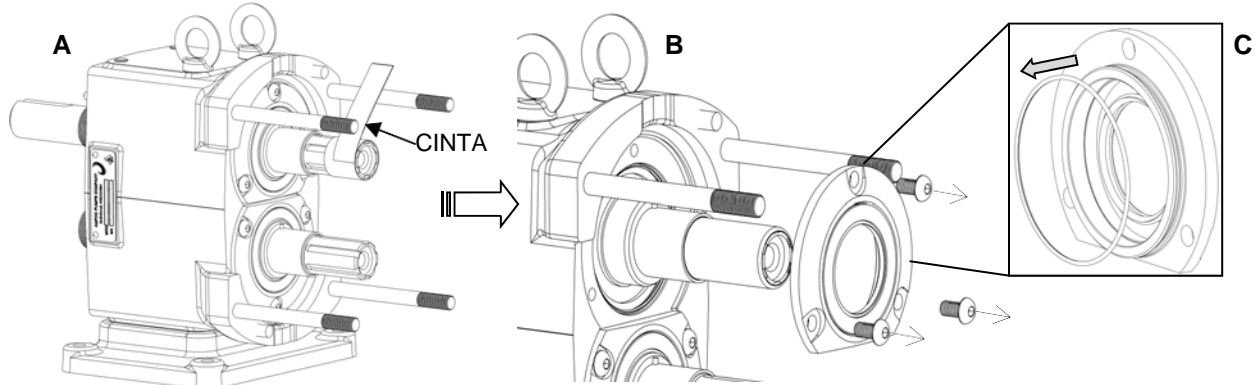

Figura 45: Pegar con cinta los ejes y retirar los retenes de los cojinetes
3) Para evitar daños en los ejes, envuelva las lengüetas del eje con cinta eléctrica (Figura 45, A). Cualquier daño a las lengüetas del eje puede requerir que el eje sea reemplazado. Retire los tornillos que sujetan los retenes de los cojinetes en su lugar y deslice ambos retenes de los cojinetes fuera del eje (Figura 45, B). Si están atascados, use un destornillador de cabeza plana como cuña para sacarlos de la caja de engranes o déjelos en su lugar y cuando se retiren los ejes se presionarán hacia afuera con los ejes. Retire las juntas tóricas de los retenes de los cojinetes y reemplácelas si están dañadas.